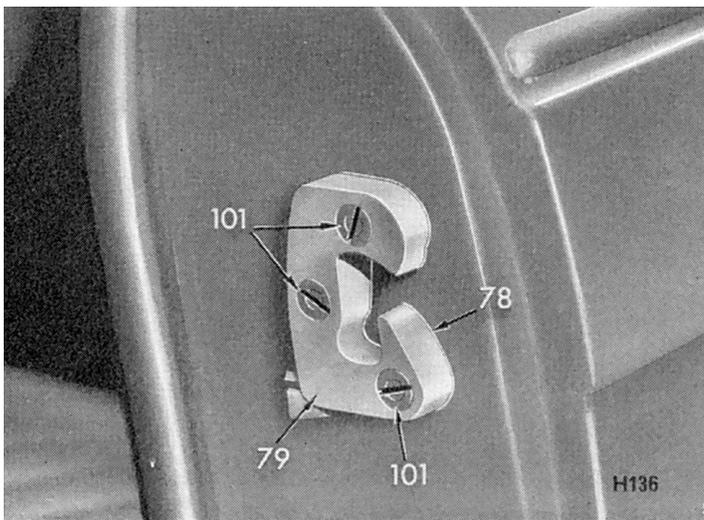

Fig. 76. Gâche de portière
1. Dépose (Fig. 76)
- (a) Retirer les trois vis (101) et enlever la gâche de portière (78) du montant intermédiaire de carrosserie.
- (a) Desserer les trois vis de fixation (101).
- (c) Terminer en resserrant les vis de fixation (101).